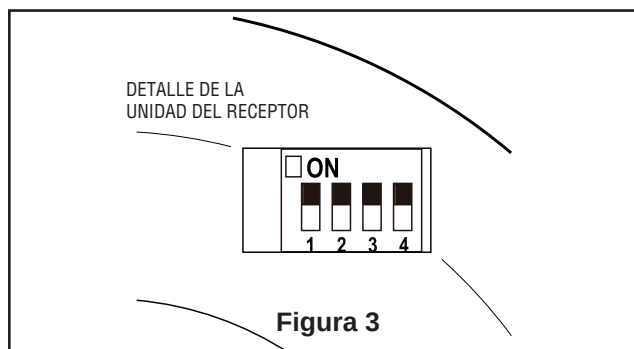

Figura 3
- ☐ 2. Levante cuidadosamente el ventilador y coloque el ensamble de la bola para colgar/varilla en la abrazadera para colgar que acaba de fijar a la caja de salida. Asegúrese de que la ranura de la bola esté alineada con la lengüeta de la abrazadera para colgar. (Figura. 3)
- ☐ 2. Para configurar el código de unidad del receptor. Deslice los interruptores de código a las mismas posiciones que en el transmisor (Figura 3).